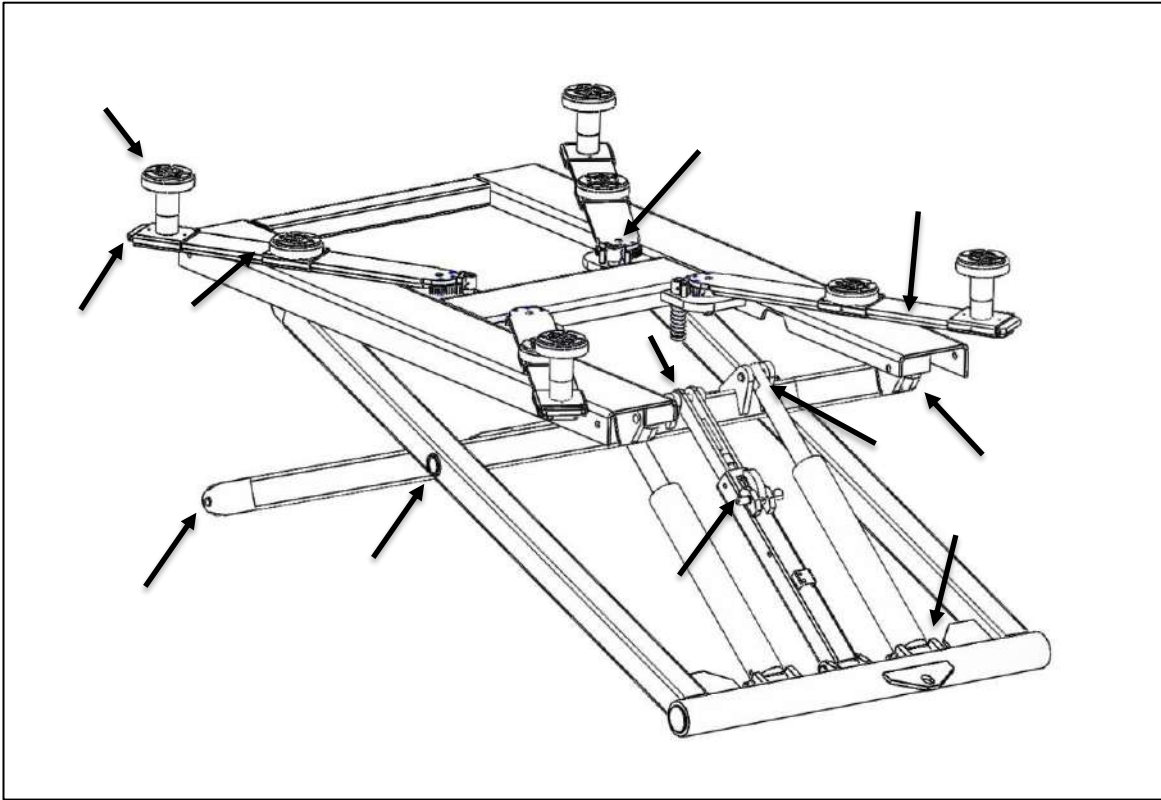

Fig. 16 - Kontrollera vid årligt underhåll av maskinen
6.4 Årlig kontroll (visuell översikt fig. 16)